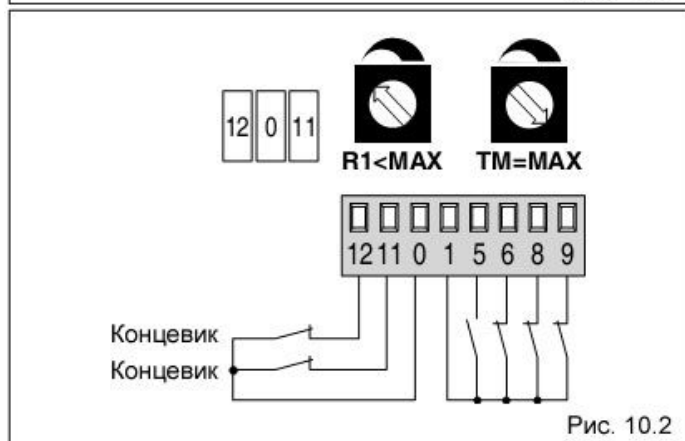

Рис. 10.2
- Створка останавливается у механических концевиков, а при обнаружении препятствия включается реверс (Рис. 10.2)